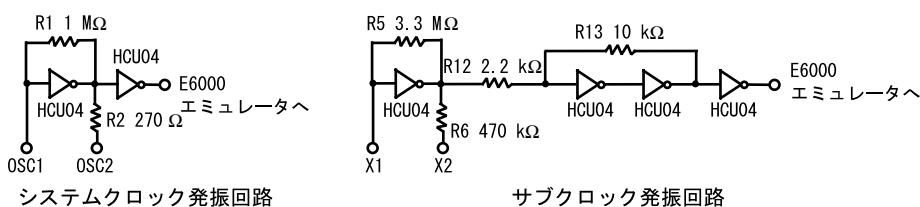

図10 システムクロック発振回路およびサブクロック入力仕様
エミュレータのCLOCKコマンドでターゲットクロック(t)を選択します。ユーザシステムからエミュレータに外部クロックを供給します。クロックを供給する方法には、ケーブル先端部のOSC1端子から外部クロックを入力する方法と、OSC1、OSC2端子に水晶振動子を接続する方法があります。システムクロックとして、OSC1、OSC2端子に水晶振動子を接続した場合、図10に示す発振回路にて発振を行ないます。また外部クロックを入力する場合はOSC1端子から入力し、クロックの入力条件はデバイスのハードウェアマニュアル同等としてください。システムクロック(ϕ)は外部クロックと同じ周波数となります。
エミュレータのCLOCKコマンドでターゲットクロック(sub t)を選択します。ユーザシステムからエミュレータに外部クロックを供給します。クロックを供給する方法には、ケーブル先端部のX1端子から外部クロックを入力する方法と、X1、X2端子に水晶振動子を接続する方法があります。サブクロックとして、X1、X2端子に水晶振動子を接続した場合、図10に示す発振回路にて発振を行ないます。また外部クロックを入力する場合はX1端子から入力し、クロックの入力条件はデバイスのハードウェアマニュアル同等としてください。サブクロック(ϕ_w)は外部クロックと同じ周波数となります。
- 図10にユーザシステムインターフェースケーブル上のシステムクロック発振回路およびサブクロック入力仕様を示します。